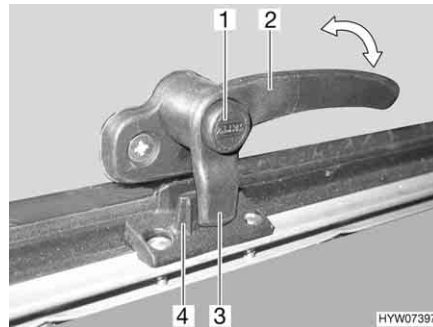
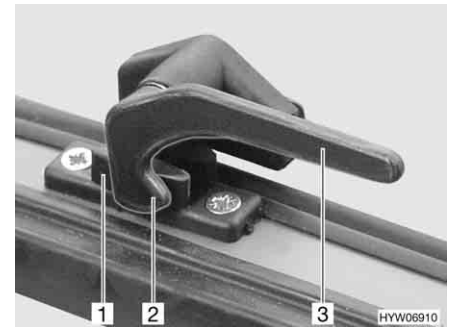

Fig. 58 Levier de verrouillage avec bouton de sécurité en position "Fermé"
Fig. 59 Levier de verrouillage en position "Fermé"
- S'il existe, appuyer sur le bouton de sécurité (Fig. 58,1) et le maintenir enfoncé.
- Tourner le levier de verrouillage (Fig. 58,2 ou Fig. 59,3) d'un quart de tour vers le centre de la fenêtre.
- Tourner le levier de verrouillage (Fig. 58,2 ou Fig. 59,3) d'un quart de tour vers le cadre de la fenêtre. Le tenon de verrouillage (Fig. 58,3 ou Fig. 59,2) du levier de verrouillage repose complètement sur le côté intérieur du verrouillage de fenêtre (Fig. 58,4 ou Fig. 59,1).
- En position "Fermé" (Fig. 58 et Fig. 59)